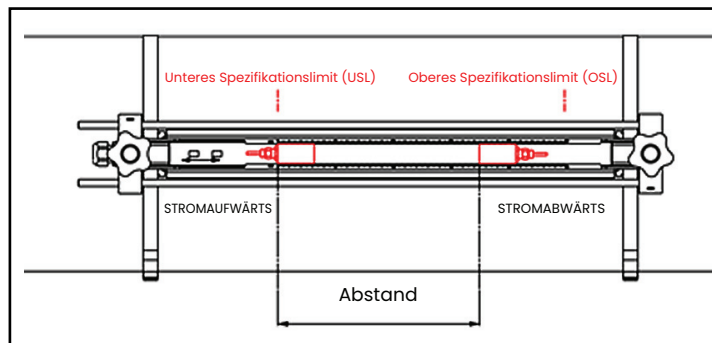

Abbildung 14: Zwei Traversen mit einer Vorrichtung montieren
5. Siehe *Abbildung 14* unten ein Beispiel für eine gelungene Installation. In dieser Zeichnung ist LSL die untere und USL die obere angegebene Grenze für die Installation.